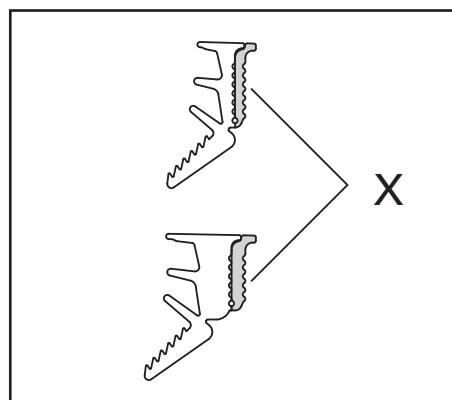

Abb. 25 / Fig. 25 / Fig. 25
- Je nach Fugenbreite Zusatzlappen X vorgängig abreißen (Abb. 25).
- En fonction de la largeur du jeu, découper précédemment la lèvre complémentaire X (fig. 25).